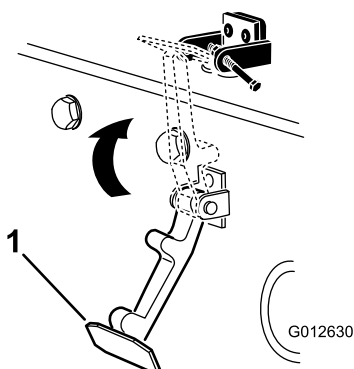

Figura 6
7. Prenda o trinco no suporte do trinco do capot (Figura 6).